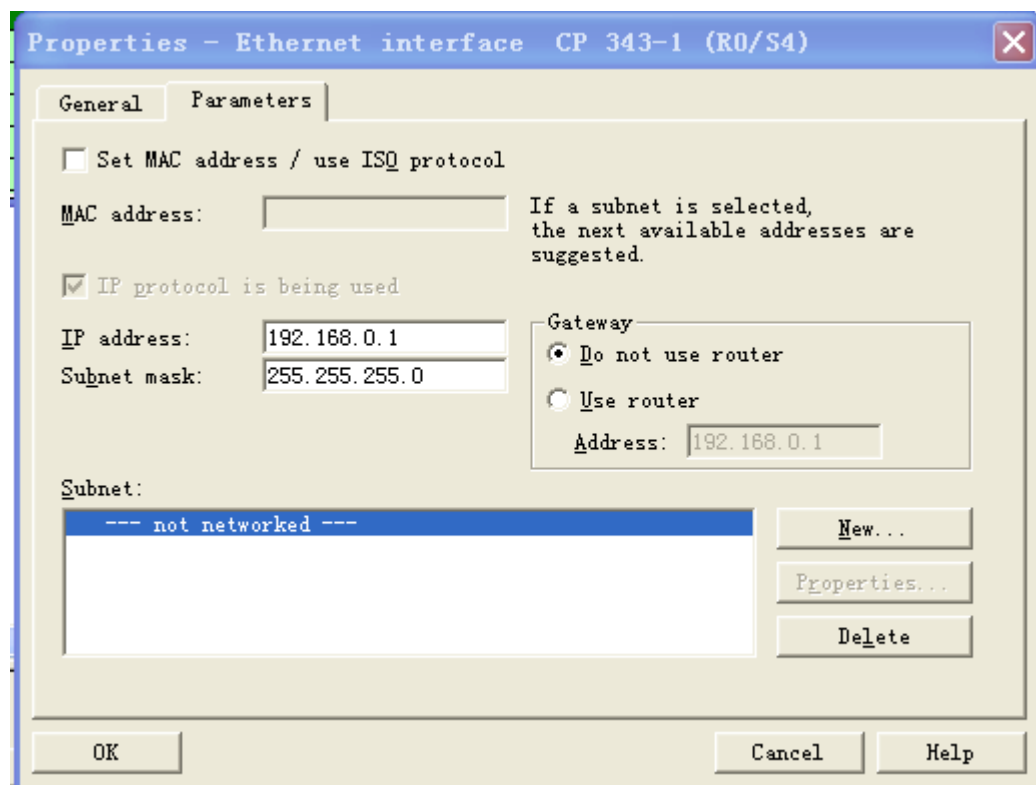

图 1.1.9
(9)、单击 CP 343 设备，会弹出如图 1.1.9 所示的界面，在该界面中左键单击 New...按钮，新建一个以太网网络，然后在 IP address 中写入 CP 343 的 IP 地址，Subnet mask 中写入 CP 343 的子网掩码（一般为默认值）。